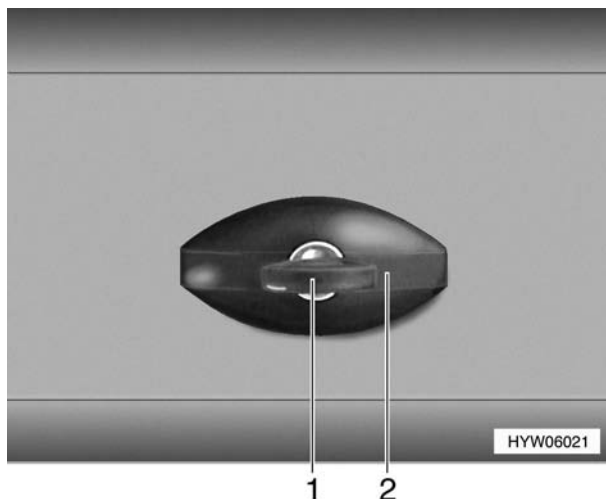

Bild 18 Klappenschloß (Variante 1)
- Bei Regen kann Wasser in das geöffnete Klappenschloß eindringen. Deshalb den Schloßgriff (18,2) wie auf Bild 18 abgebildet schließen.